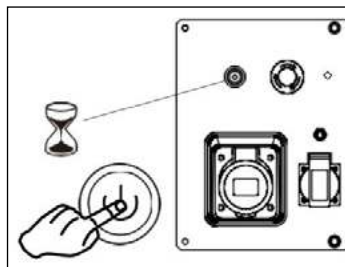

рис.13
- Нажмите и удерживайте кнопку (В модели GRA 8500DAW поверните ключ зажигания в положение «Выкл») старт /стоп в течение 1-3 сек., (рис.13).